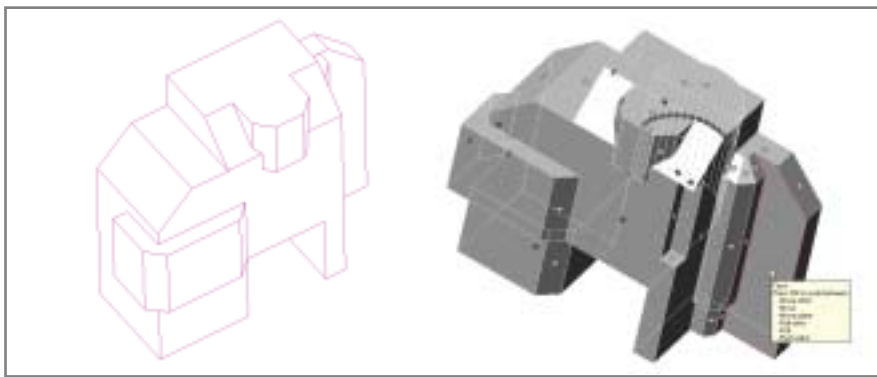

Рис. 7
5. Выделите *Mass Element*. Совместите курсор с одной из *Grips*-марок, расположенных на гранях выделенного объекта. Марка подкрасится красным цветом, и выделится лицевая грань *Mass Element*. Такая операция предоставляет возможность изменять положение любой лицевой грани объекта. Используя режимы полярного отслеживания и объектной привязки AutoCAD, вы сможете указать направление движения грани и ввести в командной строке величину смещения (рис. 7).